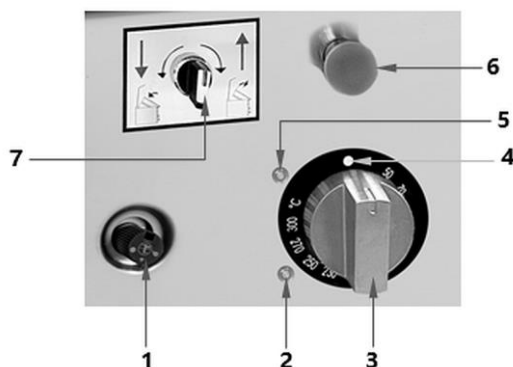

Fig. 10
- Allumez l'appareil en tournant le régulateur de température (3, fig. 10). Le témoin lumineux de contrôle vert (5) s'allume.
- Tournez le bouton d'allumage (1, fig. 10) sur la position « Allumage » (★) et maintenez-le enfoncé jusqu'à ce que la flamme s'allume.
Les sauteuses basculantes équipées d'un dispositif basculant à moteur électrique disposent d'un bouton d'arrêt d'urgence rouge (6) à l'avant (fig. 10), qui permet d'interrompre le fonctionnement à tout moment en cas de dysfonctionnement de l'appareil ou de situation d'urgence.
1. Appuyez sur le bouton d'arrêt d'urgence (6) pour bloquer le fonctionnement de l'appareil.